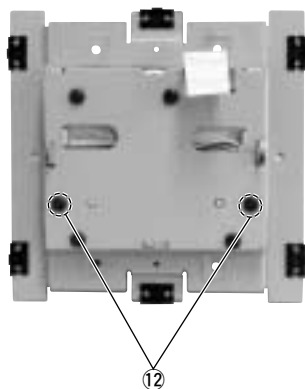

Fig. 4
- a) Remove 2 screws marked [12]. (Fig. 4)
- a) 12のネジ2本を外します。( Fig.4 )